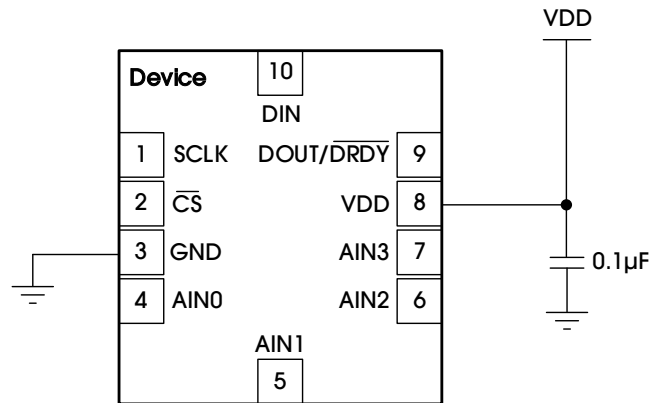

Figure 37. Power Supply Decoupling
良好的电源去耦对于实现最佳性能非常重要。VDD 必须使用至少 0.1 μ F 的电容器去耦，如 Figure 37 所示。0.1 μ F 旁路电容器提供 ADX112(Q) 转换时电源所需的瞬时突发额外电流。使用低阻抗连接，将旁路电容器放置在尽可能靠近器件电源引脚的位置。建议使用具有低等效串联电阻(ESR)和电感(ESL)特性的多层陶瓷贴片电容器(MLCC)来实现电源去耦目的。对于非常敏感的系统，或处于恶劣噪声环境中的系统，避免使用过孔将电容器连接到器件引脚可能会提供出色的抗噪声能力。并联使用多个过孔可降低整体电感，有利于接地层的连接。